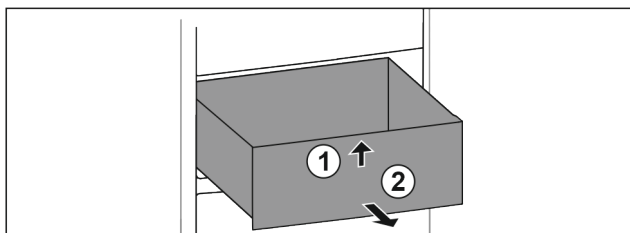

Fig. 92
- ▶ 抬起抽屉前部。 Fig. 92 (1)
- ▶ 朝前取出抽屉。 Fig. 92 (2)